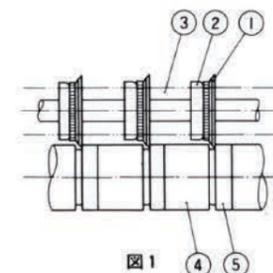
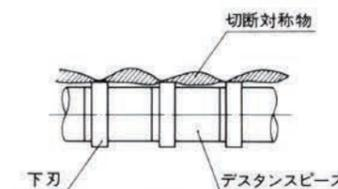

図1
図2
ハサミ式ナイフ規格品は、図1に示す通り、セットピン①の軸を中心に運動する様、組立された物で、シート状の紙、フィルム等を切断する様、規格化された物である。
- 作動例1. 図1の矢指A、B. を利用し刃物を固定する。又セットピン①も固定した方が良い。NP-S-M-Hの運動は、ネジ穴を利用し図2の矢指方向の往復運動をあたえ作動させる。
長いハサミの場合、図1 矢指Cを利用し、スプリング等で引き、かみ合せの手助けをすると良い。
①、②、双方共、ハサミの調整は図1、⑤一ハナットによって締付調整します。
- 図1. 刃物をホルダーに、締付、固定する。
- 図2. 刃物、両端にピンなどを取付、刃がたるまない様引張って固定する。
- 例1. 図1の様に取付けた刃物を矢印方向に運動させることにより切断する方法。
- 例2. 図2の矢印方向に、パイプレーションをあたえる事により、より切味をます事が出来る。
スリッター上刃①を、ホルダー②に取付、図1の様に組合せ取付をする。ホルダー②は、固定式、移動式、とがあり、固定式の場合、ディスタンスピース③を使用し、下刃と同じ様に、取付を行う。
- 切断対称物が図2の様な形状の場合、スリッター下刃の外径より、ディスタンスピースの外径を小さくすると良い。
- スリッターの組合せ、④寸法1~3mm位、⑤寸法、刃物が合わさった時より0.1~0.3位、押しあてる。